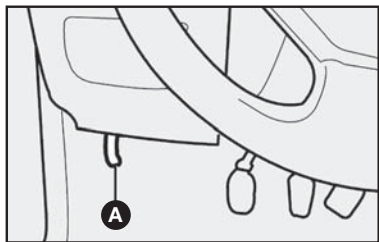

fig. 72
- 1) puxar a alavanca **A**-fig. 72.